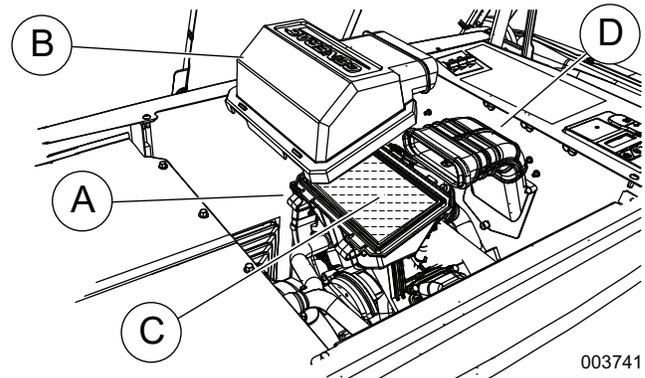

Figure 4-2. Entretien du filtre à air
2. Voir **Figure 4-2**. Retirez les pattes du capot (A) et le capot du filtre à air (B).